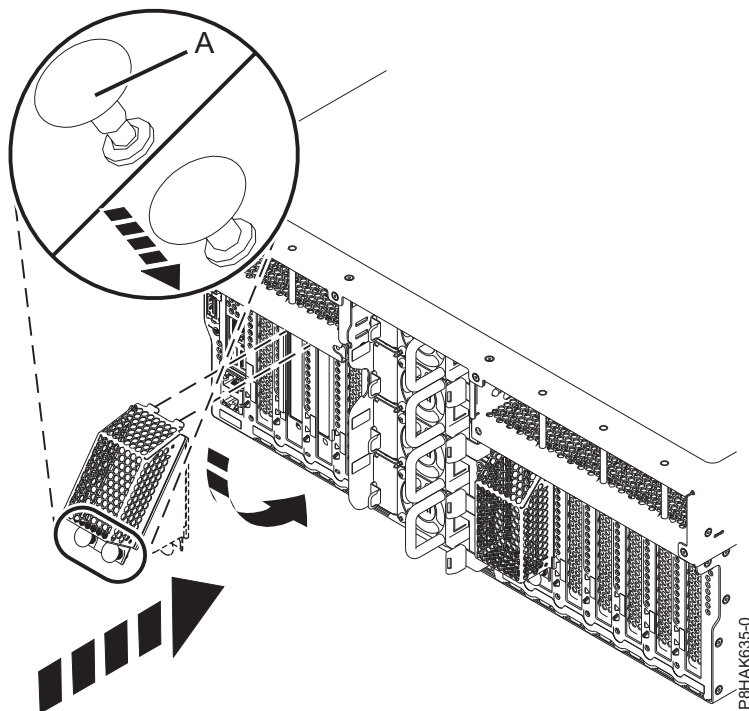

Figura 45. Conexión del protector al adaptador GPU
- a. Si el botón de bloqueo **(A)** no está ya en la posición de abierto, tire del botón de bloqueo **(A)** para dejarlo en la posición de abierto. Vea la Figura 45 en la página 52.
- c. Presione el botón de bloqueo **(A)** en la dirección que se muestra en la Figura 45 en la página 52 para bloquear el protector en su posición.